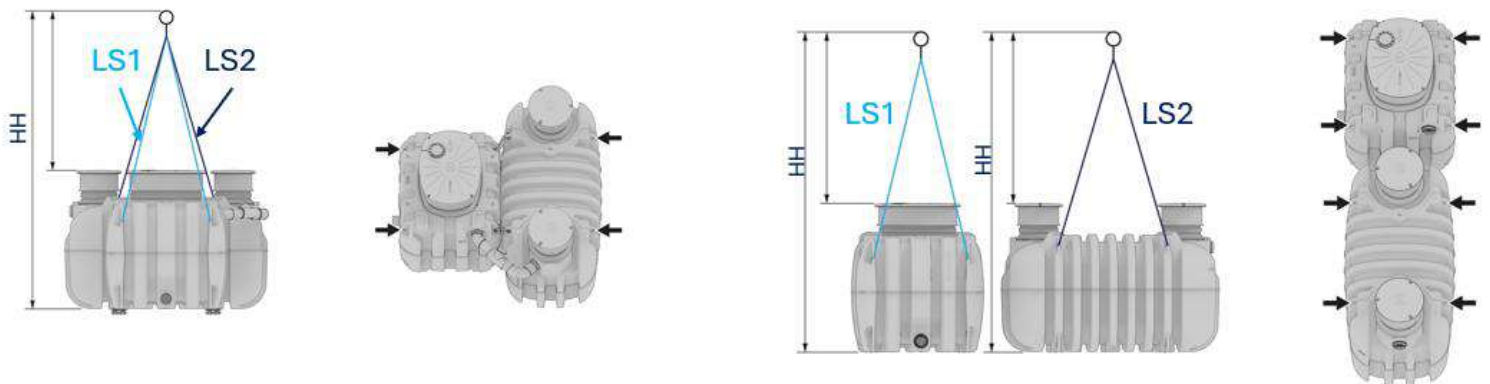

Fig. 9: Points de levage et prise en charge avec une grue ou une excavatrice du dispositif easyRock PACK (gauche) et LINE (droite).
- Ne soulever les cuves que comme représenté sur Fig. 9, par les deux sangles à usage unique fournies.